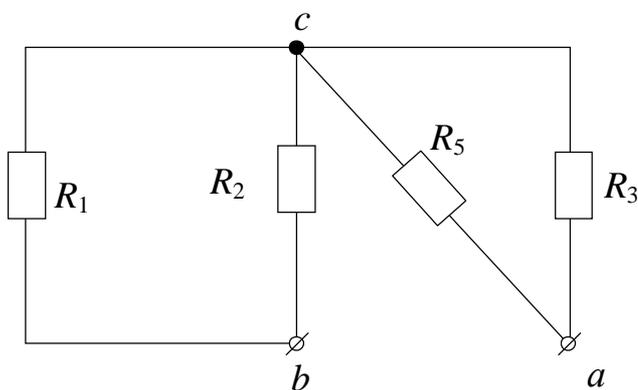

Рис. 2.11
Пассивный двухполюсник (рис. 2.11) образуется при исключении источников питания, по сохранению их внутренних сопротивлений (в данном случае нулевых).
2. Определение внутреннего сопротивления эквивалентного генератора (рис. 2.11). Как видно, R_1 и R_2 соединены параллельно